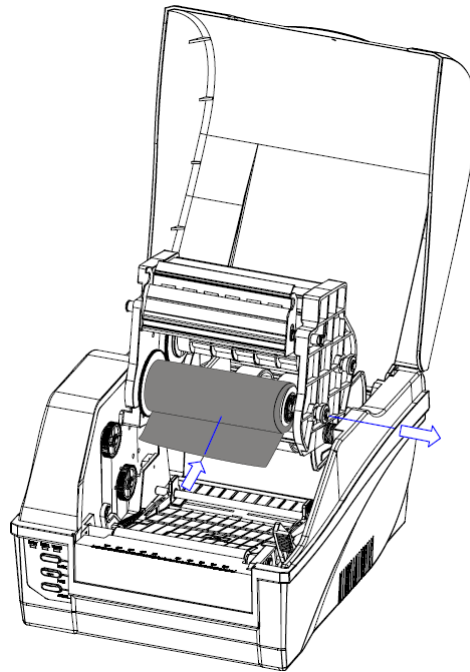

Рис.5.4
5. Протяните ленту риббона как показано на рисунках (через модуль печатающей головки) Рис.5.4.